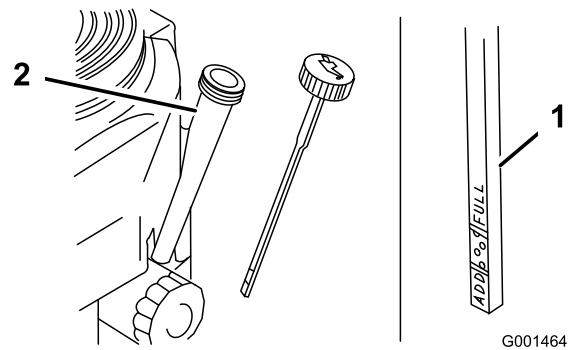

Figure 22
4. Nettoyez la surface autour de la jauge d'huile (Figure 22) pour éviter que des impuretés ne tombent dans l'orifice de remplissage et endommagent le moteur.
5. Dévissez la jauge d'huile et essuyez soigneusement son extrémité (Figure 22).
6. Remettez la jauge au fond du tube de remplissage, mais sans la visser (Figure 22).
9. Versez avec précaution environ 80 % de la quantité d'huile spécifiée dans le goulot de remplissage (Figure 22).